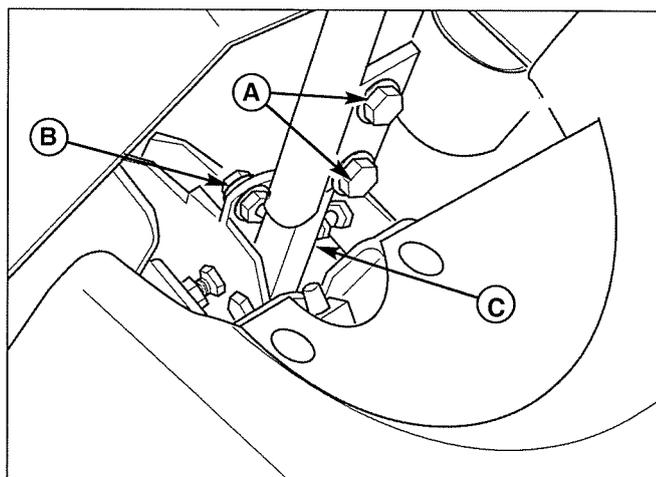

Figure 41. Réglage des leviers de commande
Desserrer les boulons de fixation (A, figure 41) et faire pivoter le ou les leviers (C) pour les aligner.
Desserrer les contre-écrous et régler le boulon de placement (B, figure 41) vers l'intérieur ou l'extérieur pour régler correctement le levier et l'écartement.